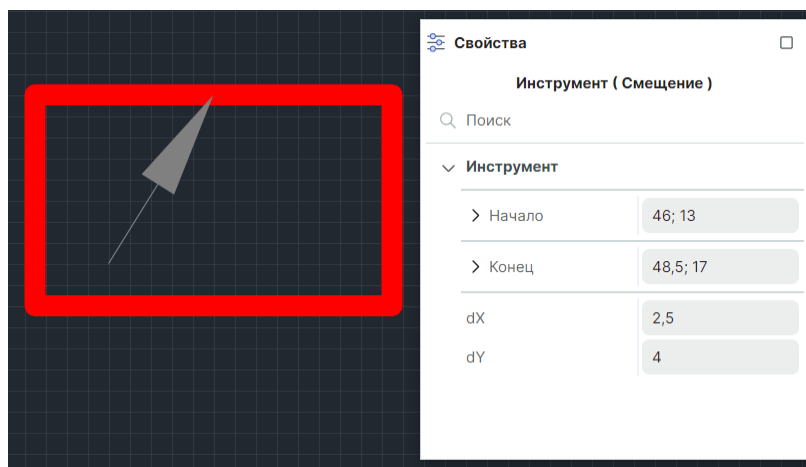

Рис. 344 Выбор точки редактирования для выполнения смещения объекта
3. Выберите точку, от которой будет рассчитываться перенос (смещение объекта), см. Рис. 344.